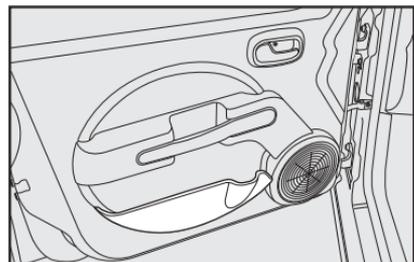

fig. 71
PORTA BOTELLAS - fig. 71
En algunas versiones, están disponibles porta botellas en los paneles de las puertas delanteras **fig. 71**.
- En los paneles de las puertas **fig. 71**;